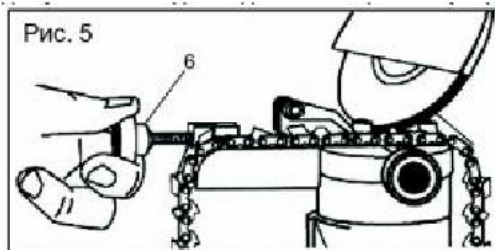
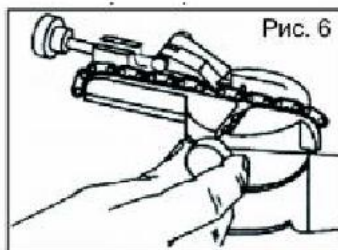

Рис. 5
Рис. 6
Настройте установочный клин (14) с помощью установочного винта (9), чтобы клин (14) располагался в притык к заточиваемому звену и не давал цепи передвигаться в процессе заточки (Рис. 5) При заточке следующего зуба не обязательно заново регулировать установочный клин (14). Достаточно установить звено в притык к установочному клину и зафиксировать это положение винтом (6), не допуская свободного движения цепи в процессе заточки (Рис. 6).